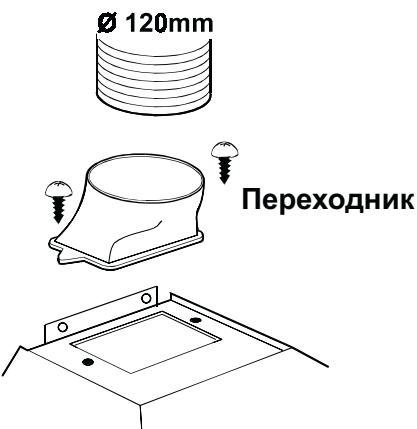

Рис.1
- * В данной конфигурации дым и запах удаляются наружу через воздуховод, подсоединеный к переходнику. Рис.1